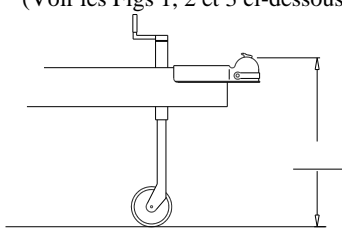

Fig. 1
6. Le rivet ⑮ et 8 rondelles d'espacement ⑦ sont fournis afin d'obtenir l'angle d'inclinaison approprié des barres de stabilisation. Insérer le rivet ⑮, et selon l'angle ou l'inclinaison des barres à obtenir, utiliser 8 ou la quantité minimale de rondelles ⑦ nécessaire pour atteindre cet angle. (Voir les Figs 1, 2 et 3 ci-dessous.)